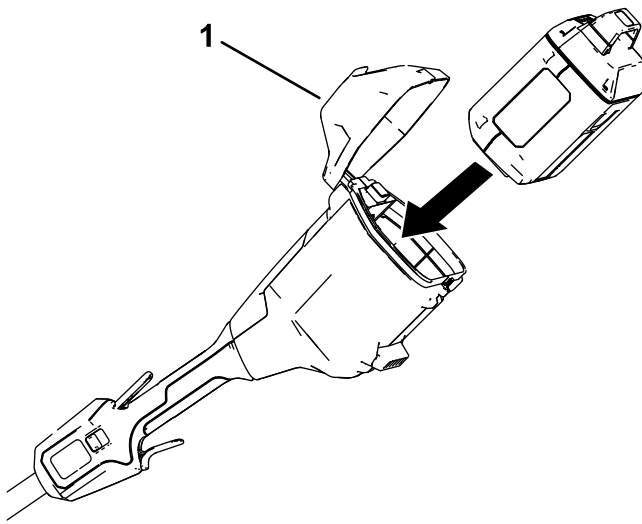

Figura 9
2. Abra la tapa de la batería (Figura 9).
3. Alinee la cavidad de la batería con la lengüeta del compartimento de la batería (Figura 9).
4. Empuje la batería hacia el interior del compartimento de la batería hasta que se trabe en el enganche (Figura 9).